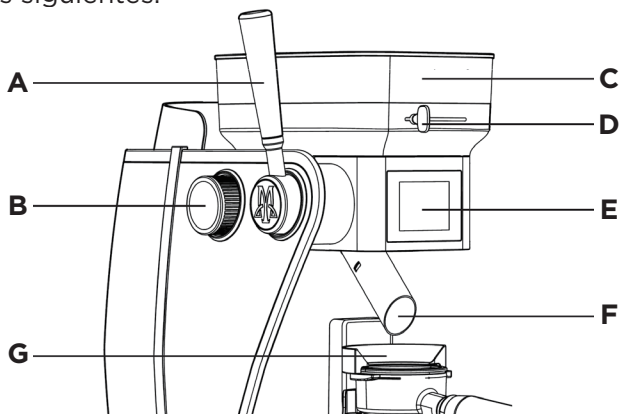

Figura 2 Introducción a las piezas de molienda
(1) Deslice la paleta de alimentación de granos hacia la izquierda. Alinee los clips frontales de la tolva de granos con las ranuras correspondientes de la máquina y presione hacia abajo para asegurar la instalación.
(2) Durante la instalación, alinee los clips frontales de la tolva de granos y el clip de bloqueo de la tolva de granos de la máquina. Asegúrese de que la tolva de granos esté en su posición y presione hacia abajo la tolva de granos para asegurar la instalación.
(3) Añada la cantidad adecuada de granos de café a la tolva y deslice la paleta inferior hacia la derecha (se pueden extraer aproximadamente 18 g de granos deslizando la paleta de alimentación de granos hacia adelante y hacia atrás una vez).
(4) Como se muestra en la figura 2, coloque el portafiltros en la posición del soporte del portafiltros y asegúrese de que quede firme.
(5) Toque la pantalla secundaria de molienda izquierda para seleccionar el programa de molienda 1 o 2 y acceder a la página de visualización de los parámetros de molienda. Puede moler según los parámetros actuales o ajustarlos previamente. Para obtener instrucciones sobre el uso de la pantalla de molienda de granos, consulte la sección 4. Instrucciones de funcionamiento de la pantalla de molienda de granos.
(6) Gire el interruptor de molienda en sentido horario/antihorario para iniciar el proceso de molienda. Consulte la sección 3.
(7) Después de moler, retire el portafiltro y golpéelo sobre una mesa o una almohadilla para polvo para dispensar previamente el café molido en el filtro; utilice un prensador de polvo para compactar firmemente el café molido.